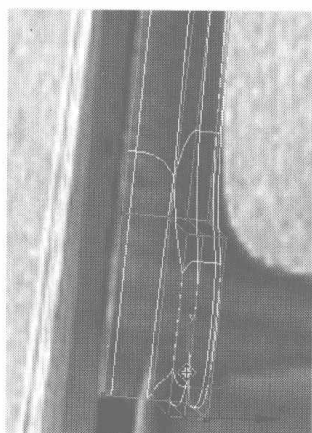
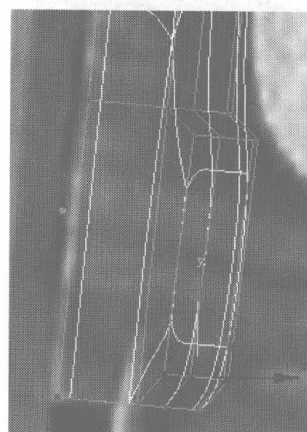
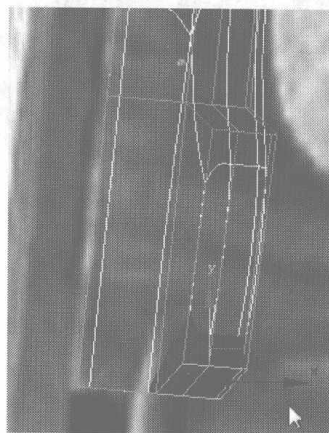
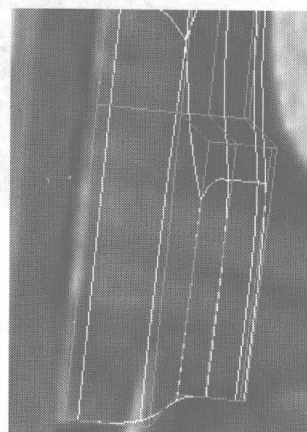

图 5.276
图 5.277
图 5.278
图 5.279
- 04** 选择如图 5.276 所示的点, 调整到如图 5.277 所示的位置。选择如图 5.278 所示的面, 按 Delete 键将其删除, 如图 5.279 所示。